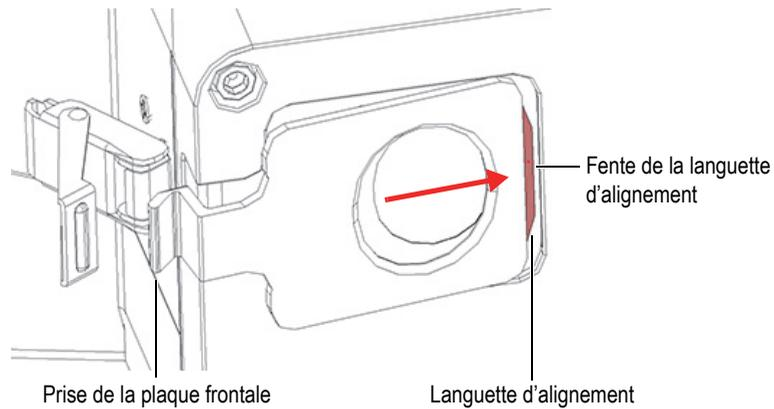

Figure 4-10 Insertion de la languette d'alignement dans la fente
4. Faites glisser la plaque frontale dans la découpe de la sonde, en vous assurant que la languette d'alignement de la plaque frontale s'insère dans la fente prévue à cet effet (Figure 4-10 à la page 69).